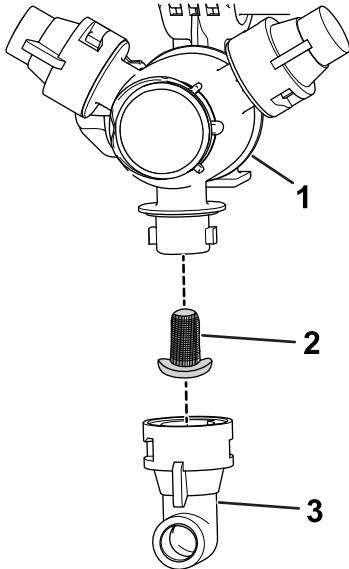

Figura 107
2. Retire la boquilla de la torreta de fumigación (Figura 107).
3. Retire el filtro de boquilla usado (Figura 107).
4. Instale el filtro de boquilla nuevo (Figura 107).
5. Instale la boquilla en la torreta de fumigación (Figura 107).